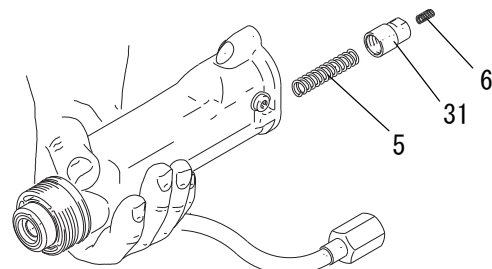
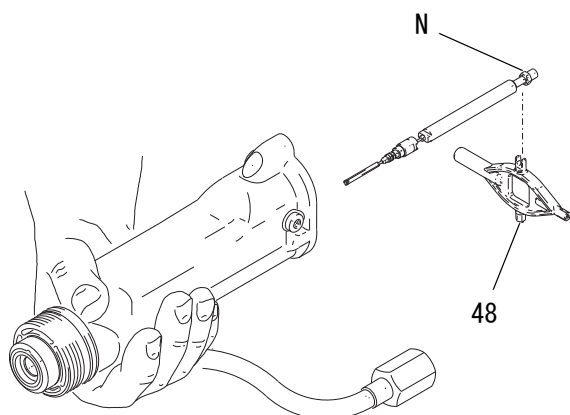

図 30。スプリングキャップとスプリング
図 31. 流体ニードルの取り外し
3. バレル (1) を取り外します。42 ページ。
4. バレルからスプリングキャップ (31) とスプリング (5) を外します。図 30 を参照してください。
5. シートハウジング (4) を取り外してあることを確認してください。2 mm のボールエンドレンチ (45) を流体ニードルアセンブリの背面に当てます。ツールを押し込んで、左回りに約 12 回回転し、ニードルのネジ山が外れた状態にします。
6. マルチツール (48) を使用し、パッキンナット (N) を後ろに引いて、流体ニードルアセンブリを取り外します。図 31 を参照してください。